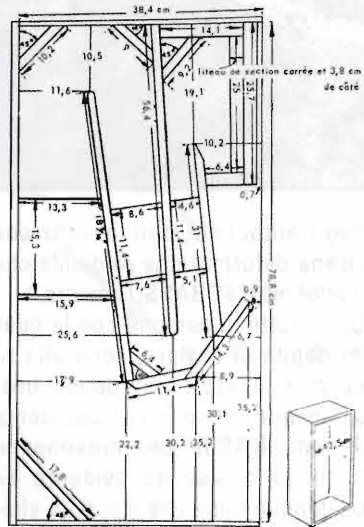

Fig. 2. — Coupe en élévation de l'enceinte acoustique Acousta. Toutes les dimensions sont mesurées intérieurement en cm.
Les figures 2 (plan côté en élévation) et 3 (coupe perspective, montrant la disposition des éléments) donnent presque tous les renseignements utiles.
Fig. 4. — Le haut-parleur PM6 de Lowther vu par l'avant. On remarquera : les dimensions inscrites de la plaque carrée sur laquelle est fixée la suspension externe — en polyuréthane — du diaphragme (cette plaque d'aluminium moulé est garnie de feutre à l'avant pour assurer un joint hermétique avec le panneau A (21) de la figure 2), ainsi que la double cône et l'écran ogival interne fixé au noyau.